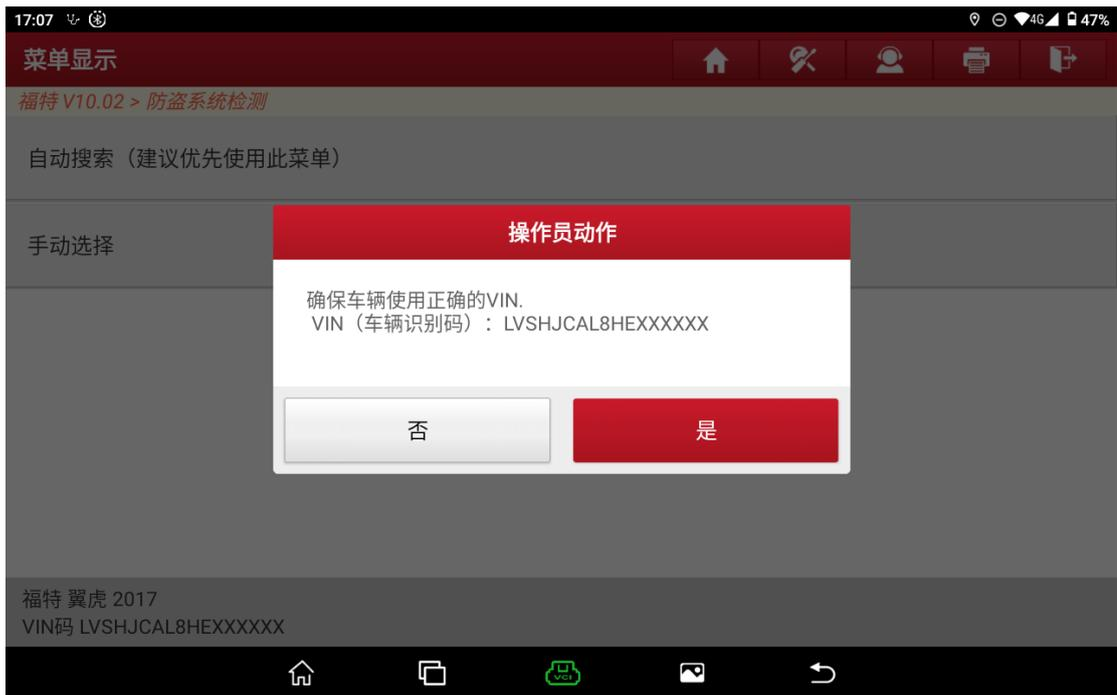

图 B5
3. 选择确认车辆 VIN 码是否正确,【否】需要手动输入正确的 VIN 码,【是】则下一步 (图 B5)。